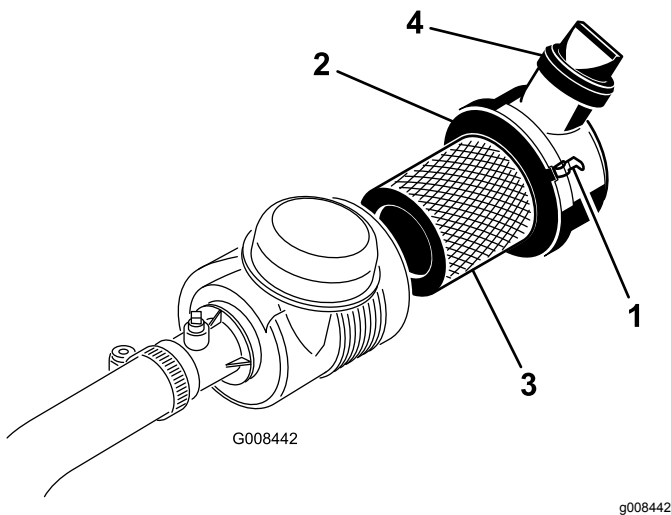

图31
1. 松开将空气滤清器盖固定到空气滤清器壳体上的门锁图31。
7. 确保门锁将盖子固定到壳体上图31。